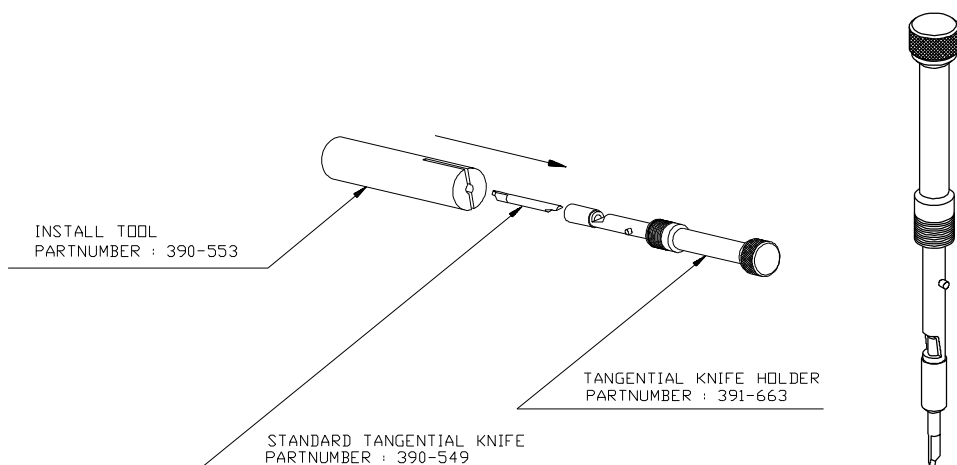

FIGURA 1-4 :
1. Tal y como se muestra en la Figura 1-4, inserte la hoja de la cuchilla estándar p/n 390-549 en el soporte de la cuchilla. Verifique que la hoja de la cuchilla quede firmemente colocada en el soporte. Esto es así cuando no puede retirarla manualmente del soporte. Para retirar una cuchilla fija cuando haya perdido el filo, empuje la parte posterior de la hoja con la punta de un destornillador. La hoja va a salir de su soporte.